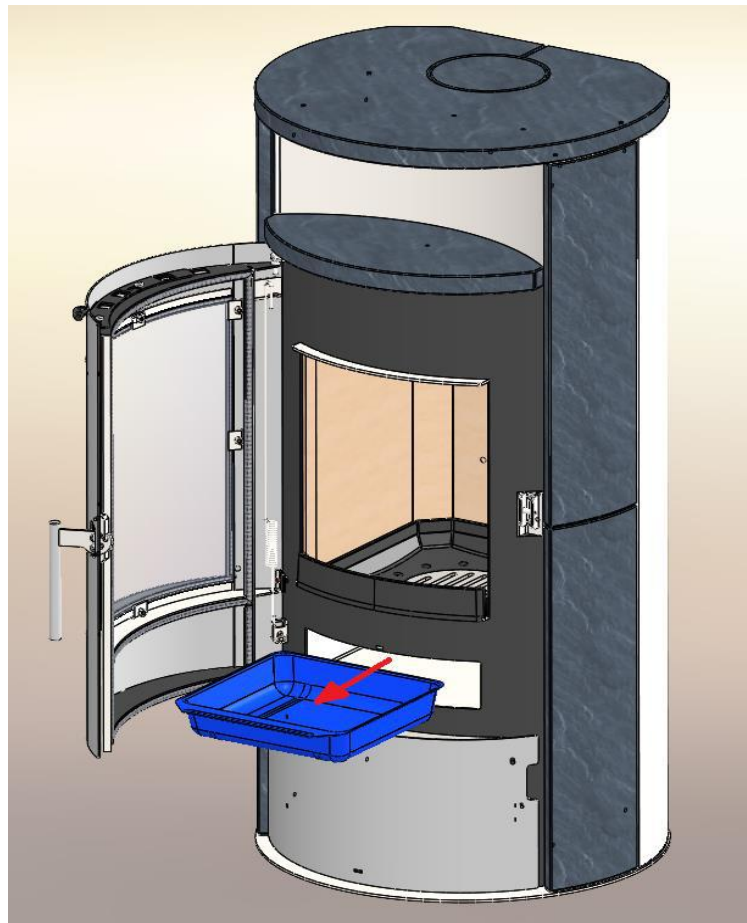

Abbildung 6 Entleerung der Aschelade
8. Abbildung 6 Entleeren der Aschelade	Seite 11